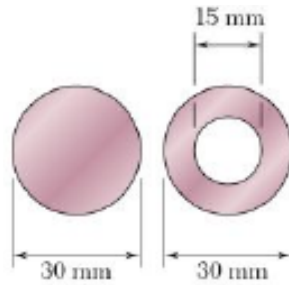

Figura 8
10. Uma barra, de seção circular cheia com diâmetro de 30 mm, está submetida à compressão. Para reduzir o peso da barra em 25%, a seção cheia foi substituída por uma seção vazada como mostrado na Figura 8. Considerando $E = 105 \text{ MPa}$, determine a redução percentual da carga crítica.